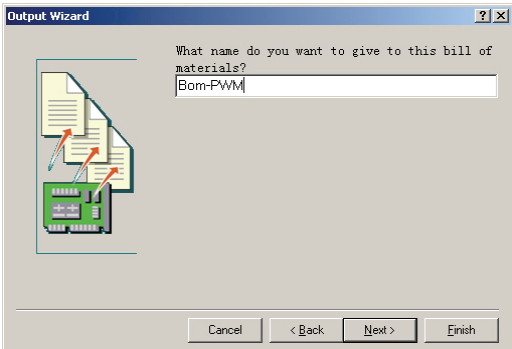

图 6-110 输入 BOM 报表名称对话框
6) 系统将弹出如图 6-110 所示的输入 BOM 报表名称对话框，本实例中输入的“PWM-Bom”，然后单击“Next”按钮。